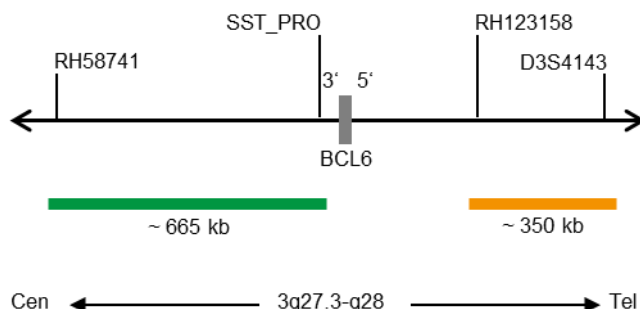

Fig. 1: SPEC BCL6 Mapa da sonda (não à escala)
- Polinucleótidos marcados com ZyGreen (excitação 503 nm/emissão 528 nm) (~10 ng/μl), que têm como alvo sequências mapeadas em 3q27.3* (chr3:186,737,897-187,403,834) proximais à região do ponto de quebra BCL6 (ver Fig. 1).
- Polinucleótidos marcados com ZyOrange (excitação 547 nm/emissão 572 nm) (~4,5 ng/μl), que têm como alvo sequências mapeadas em 3q27.3-q28* (chr3:187,744,962-188,097,195) distal à região do ponto de quebra BCL6 (ver Fig. 1).